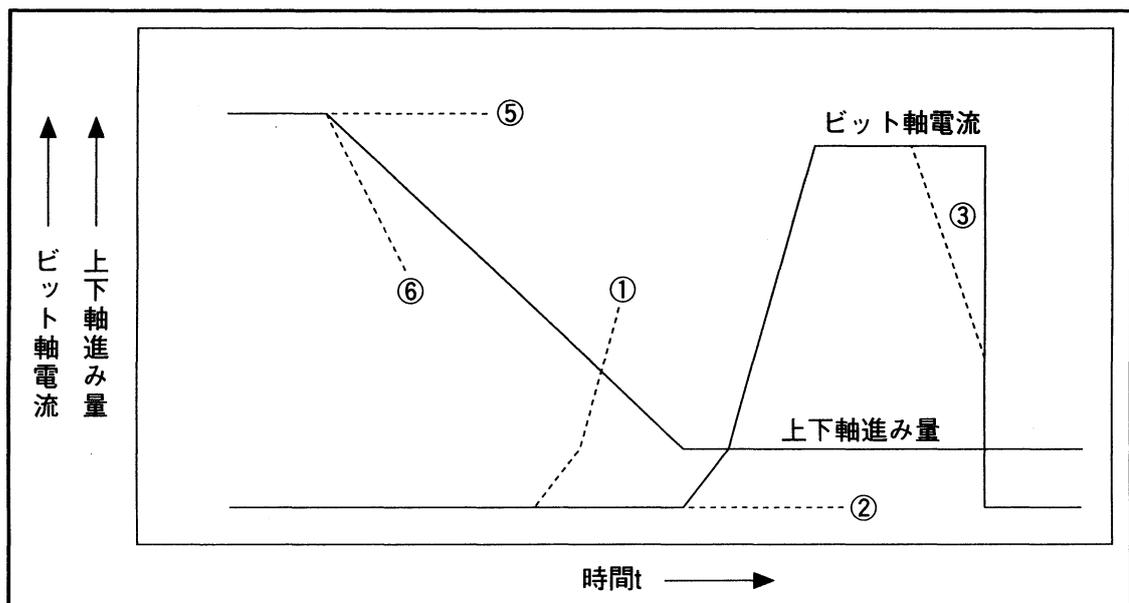

図3-27 検査項目の検査時期
(1) 必ず行なわれる検査 検査項目を表3-19に示します。また、この検査項目の検査時期を図3-27に示します。
| ねじかじり     | 第1期、第2期においてRCK_TRQで示されるトルクがビット軸モータに発生した場合(図3-27①)   | 3      |
| トルクアップなし  | 第3期において、ねじ喰い始めよりROTだけビットが回転してもトルクアップがなかった場合(図3-27②) | 4      |
| トルク低下異常   | FIN_TIM中、保持トルクが急激に低下した。(図3-27③)                     | 14     |
| ねじ締め中非常停止 | ねじ締め期間中非常停止がかかった場合(図3-27④)                          | 15     |
| 喰い付き検査(GAP_CHK)*障害物あり | 第1期においてIDL_TIMEで示される時間が経過してもねじ喰い始めが検出できなかった場合で、上下軸の進み量ピッチより少なかったとき(図3-27⑤) | 1      |
| 喰い付き検査(GAP_CHK)*ねじなし  | 第1期においてIDL-TIMEで示される時間が経過してもねじ喰い始めが検出できなかった場合で、上下軸の進み量ピッチより多かったとき(図3-27⑥)  | 2      |